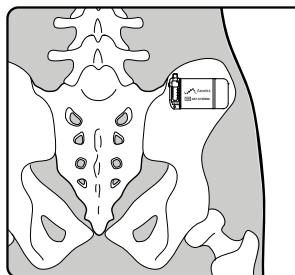

Figure 3 : position de l'implantation du neurostimulateur Axonics.
- Le neurostimulateur doit être implanté horizontalement (**Figure 3**), le côté en céramique placé le plus loin de la ligne médiane du patient pour permettre le chargement et la programmation.
- Placez le neurostimulateur dans la poche sous-cutanée. Assurez-vous que le côté en céramique est placé à l'opposé de la ligne médiane du patient pour garantir une bonne communication avec la télécommande du patient et faciliter le chargement (**Figure 3**). Le texte gravé peut être face ou dos au tissu musculaire. Veillez à ce que l'électrode implantée soit légèrement arrondie à distance du neurostimulateur sans faire de coudes.